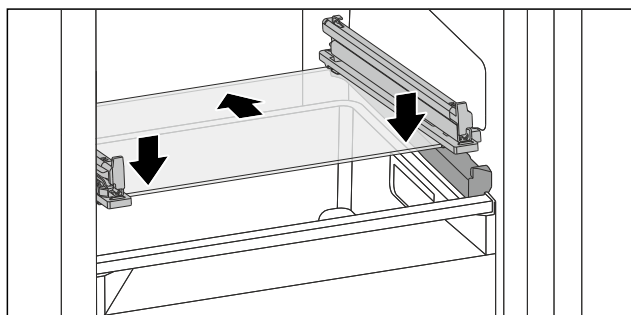

Fig. 121 Steklina plošča nagibnega predala
- ▶ Steklo ploščo postavite v poševnem položaju za zaustavljalniki. (glejte Fig. 121)